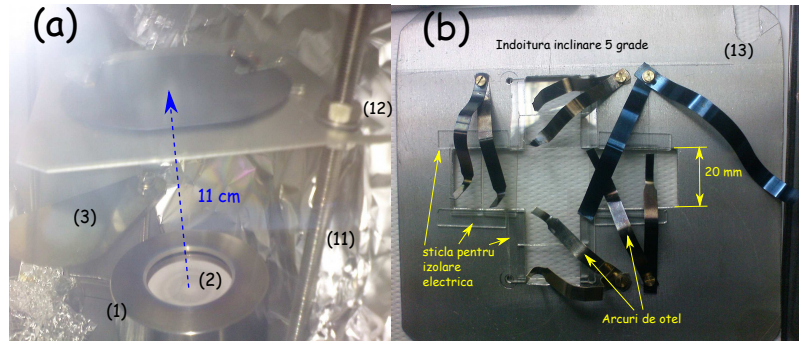

Figura 2.2. Exemplu de suport pentru montarea substraturilor: (a) amplasarea suportului în incintă; (b) amplasarea substraturilor pe suport
Pentru montarea în interiorul incintei de vid a substraturilor pentru depunere se utilizează un suport (holder) care nu este livrat împreună cu instalația. Un exemplu de suport care a fost utilizat în acest scop pentru depuneri magnetron este prezentat în figura 2.2
În figura 2.2 (a) este prezentată amplasarea holderului în incintă (celelalte sisteme de depunere sunt acoperite cu folie metalică pentru protecție, precum și zone din pereții incintei). Numerotările folosite sunt aceleași din figura 1.4, și anume:
- (1) Capul magnetron (cilindrul exterior din oțel inox).
- (2) Ținta de sputtering.
- (3) Obturatorul magnetronului (aici în poziție deschisă).
- (11) Tijă filetată.
- (12) Piulițe cu șaibe pentru strângerea port-substratului
- (13) Fantă de prindere decupată în colțul suportului (figura 2.2 (b))
Holderul are o îndoitură la 5° în așa fel încât suprafața lui să fie paralelă cu ținta magnetronului după montarea în incintă (marcată în figura 2.2 (b)).
Substraturile de depunere se montează cu fața în jos, deoarece sistemele de depunere (inclusiv capul magnetron) se află în partea de jos a incintei. Depunerea se realizează de jos în sus printr-o fantă. La acest suport în particular fantele au fost decupate la lărgimi de 20 mm, cu scopul de a susține bucăți decupate din lamele de microscop (care au lățimea de 25 mm) pe post de substrat. Substraturile, mai late decât fanta, se sprijină pe marginea acesteia, presate de lamele elastice din oțel (arc de ceas) prinse din loc în loc cu șuruburi M2 pe holder. În figura 2.2 (a) exact același holder este utilizat cu o singură plachetă de siliciu pe post de substrat (montajul a fost făcut pentru verificarea centrării cercului de depunere). Pot fi imaginate și realizate și alte modele de holder.
În cazul în care există deja o depunere conductoare pe substrat (de exemplu sticlă depusă cu ITO) și se intenționează depunerea peste ea a unui film dielectric, este bine ca aceste substraturi să fie izolate electric de holder pentru ca descărcarea să nu se închidă la masă prin această depunere conductoare. Altfel, pot apărea străpungeri în filmul dielectric depus, și zone de topire în depunerea conductoare inițială datorită trecerii curentului de descărcare. În exemplul din figura 2.2 (b) izolarea este făcută cu bucăți de sticlă subțire